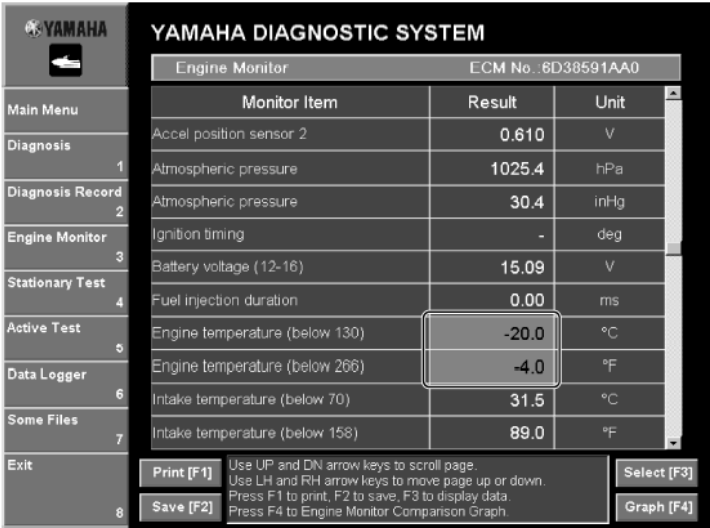

Рис. 46
- если результаты диагностики отображенные в колонке **Результат( Result)** вне поля допуска, выдвинуты вперед и подсвечены красным.(Рис. 46)